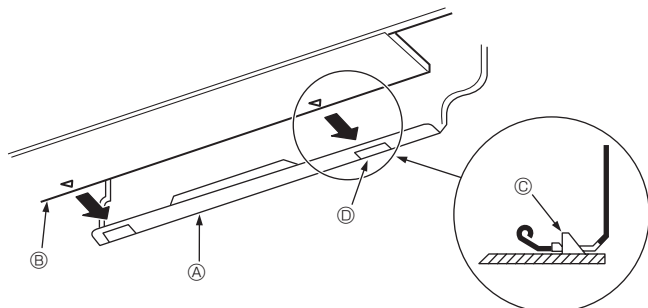

Fig. 3-10
3. Устанавливая трубки хладагента и дренажа в отверстие на стене (муфту), подвесьте верхнюю часть внутреннего блока к монтажной плите ①.
5. Закрепите блок, вдвинув его нижнюю часть в монтажную плиту ①. (Fig. 3-10)
* Убедитесь, что нижние фиксаторы внутреннего блока надежно встали в монтажную плиту ①.